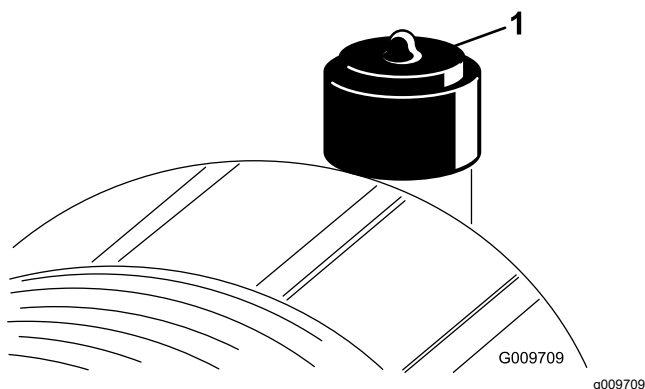

Figura 53
Revise el filtro del limpiador de aire únicamente cuando el indicador de mantenimiento (Figura 53) lo requiera. El cambiar el filtro antes de que sea necesario sólo aumenta la posibilidad de que entre suciedad en el motor al retirar el filtro.
9. Reinicie el indicador (Figura 53) si se ve rojo.